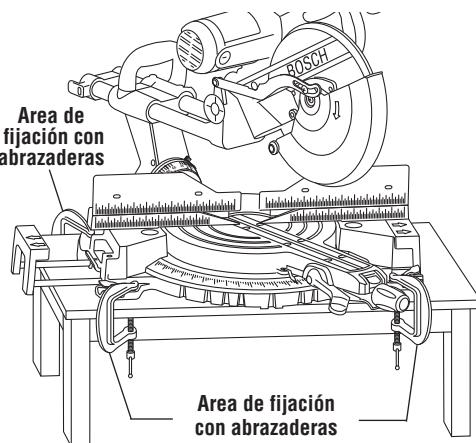

Figure 17. Montage portatif à l'aide de serre-joints
- Placez au moins deux (2) serre-joints en C sur les surfaces de cramponnage et fixez solidement (Figure 17).
- Faites attention de ne pas placer les serre-joints au-dessus des leviers de blocage des rallonges de l'embase (Figure 17).
Positionnez votre corps et vos mains adéquatement pour rendre la coupe plus facile et plus sûre. Observez les instructions suivantes (Figure 17).